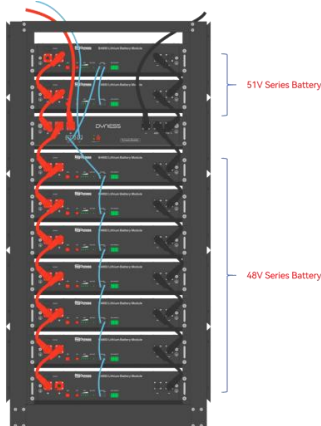

Figura 3-4
2. Fije la unidad Dyness Buddy al gabinete con una tuerca a través de los orificios de montaje parte superior de las orejas colgantes de la unidad Dyness Buddy, como se muestra en la Figura 3-4.